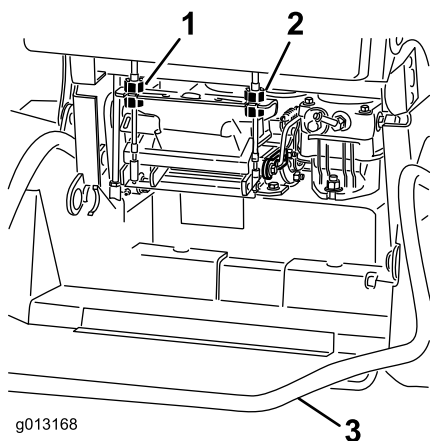

Figura 57
4. Rode o ajuste do cabo direito para posicionar o controlo de movimento direito na ranhura de bloqueio neutra do centro do painel de controlo. Em seguida, rode o ajuste do cabo esquerdo para igualar a velocidade da roda esquerda à velocidade predefinida da roda direita. (Figura 57).